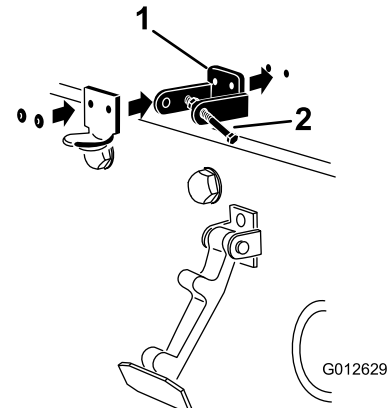

Figura 5
4. Alinee los taladros de montaje y posicione el cierre de seguridad para CE y el enganche del cierre sobre el capó (Figura 5).
6. Remache el seguro de cierre, el cerradero y las arandelas al capó (Figura 5).